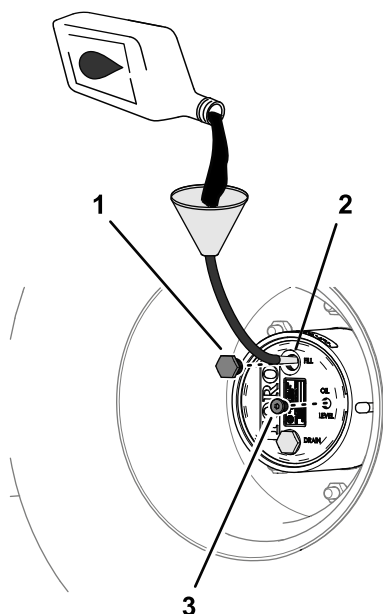

Figura 95
4. Se il livello del lubrificante è basso, rimuovete il tappo di riempimento e aggiungete il lubrificante specificato fino a quando non inizia a fuoriuscire dal foro del tappo di controllo (Figura 95); fate
6. Montate il tappo di riempimento e il tappo di controllo (Figura 95).
1. Attraverso il foro del tappo di riempimento, aggiungete lentamente il lubrificante per ingranaggi specificato; fate riferimento alla Figura 95 in Controllo del lubrificante per riduttori planetari \(pagina 72\).
3. Montate il tappo di riempimento e il tappo di controllo; fate riferimento alla Figura 95 in Controllo del lubrificante per riduttori planetari \(pagina 72\).